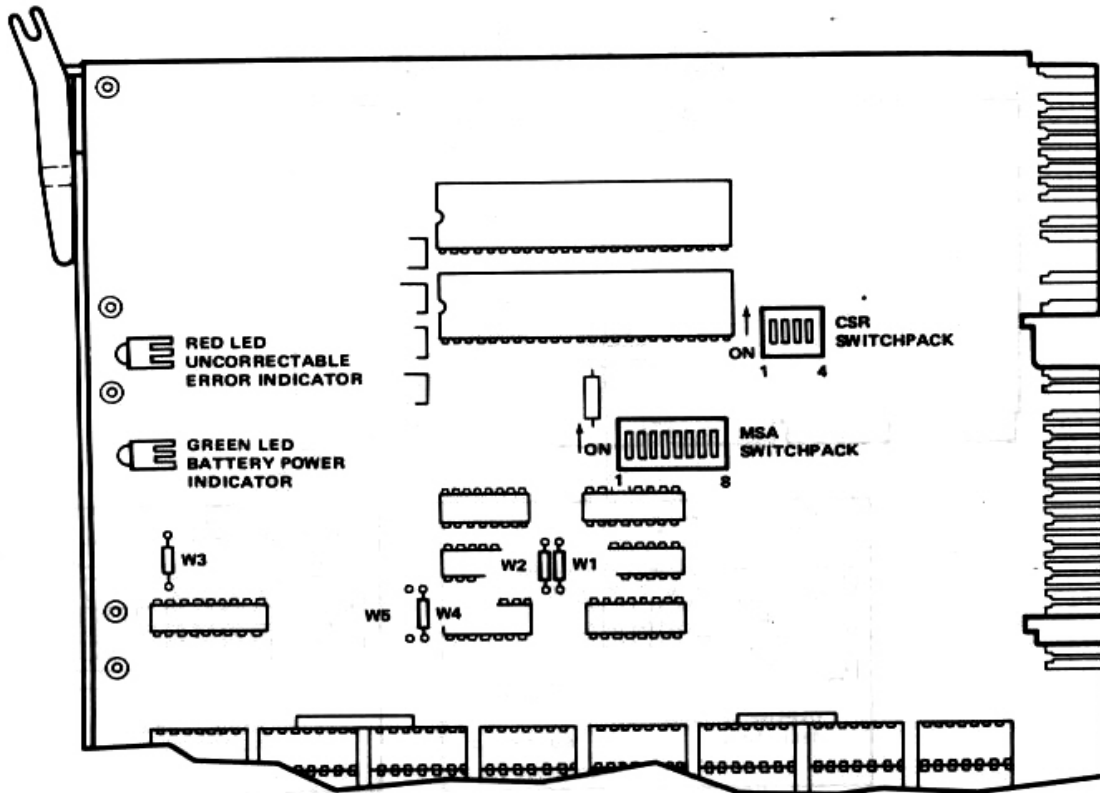

Figura 1-16 Localización de switches y conectores para la tarjeta M8743.
2. Ajuste los switches de dirección (S1 hasta S8) por la tabla 2-5 para especificar la dirección de memoria inicial de esta pagina de memoria (refierase a la figura 1-16).